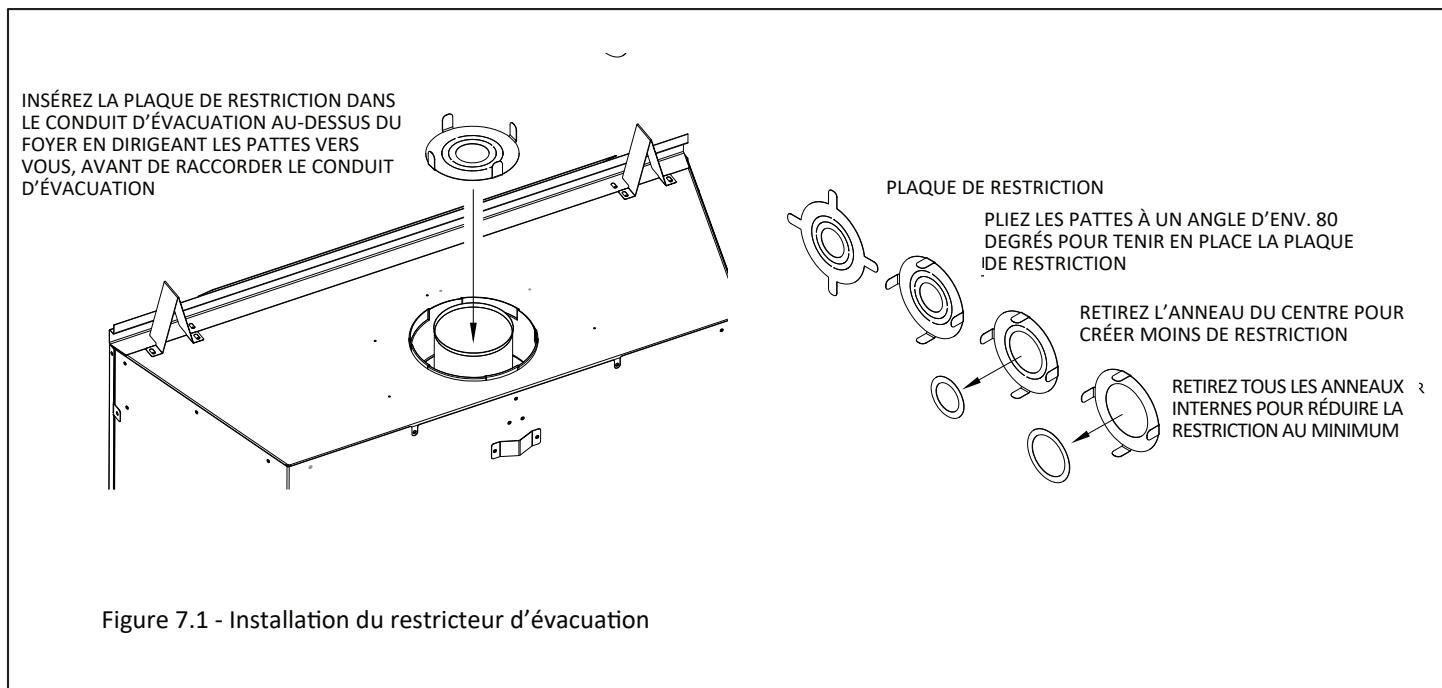

Figure 7.1 - Installation du restricteur d'évacuation
- La plaque de restriction fournie a tous ses anneaux intérieurs intacts et, une fois installée, elle offre la restriction d'évacuation la plus élevée. Les (2) anneaux précoupés du centre peuvent être retirés. Pour créer moins de restriction, retirer seulement le premier anneau du centre; pour créer encore moins de restriction, retirer aussi le deuxième anneau du centre.
- Voir la FIGURE 7.1 pour installer la plaque de restriction avant de raccorder le conduit d'évacuation, ou insérez-le par le déflecteur interne du foyer, si le conduit d'évacuation est déjà raccordé. Pour les recommandations d'ajustement d'évacuation par la plaque de restriction, voir la section 12.3.3, Restricteur d'évacuation (après installation).